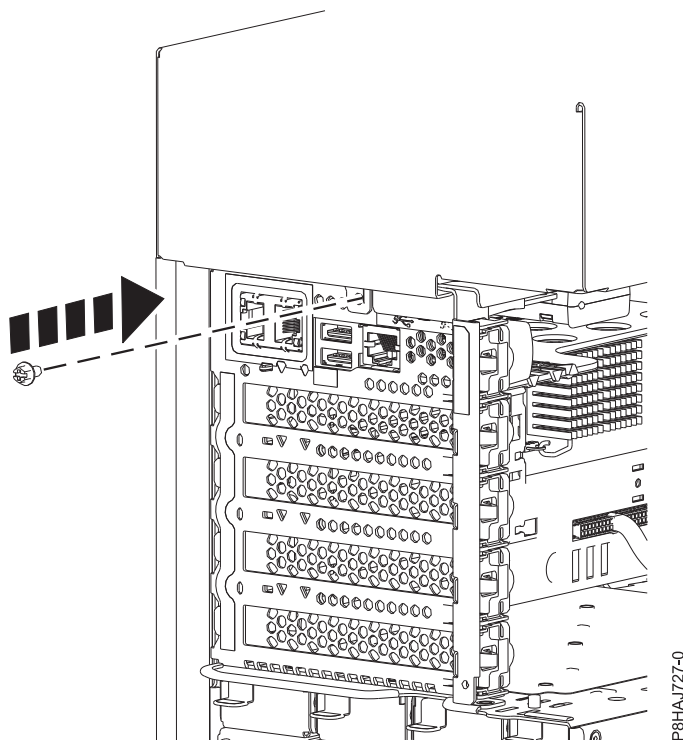

Figura 40. Instalando o parafuso da tampa lateral 8286-41A
5. Instale o parafuso traseiro da tampa lateral com uma chave de fenda Phillips, conforme mostrado em Figura 40 na página 54.